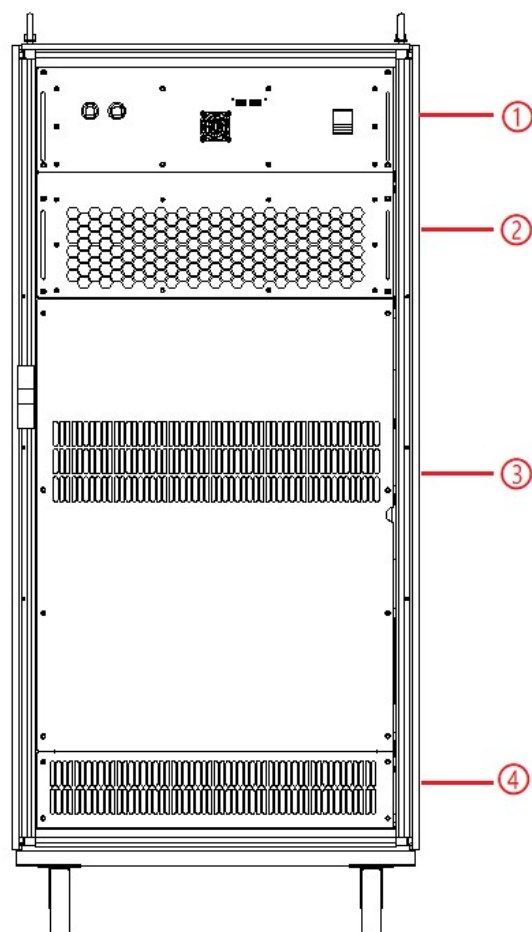

图 1-4 内部结构
如图 1-4 所示，以 ESD 50-400-125-R 为例，ESD 系列内部模块从上往下的顺序依次是，①控制盒层，②模块层，③输入、输出元器件层，④接线层+其他接口层。